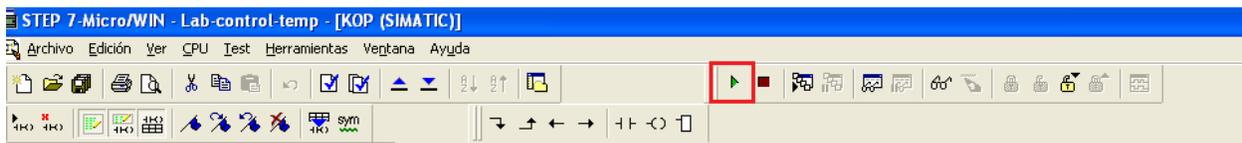

Imagen 17.
4.11. Finalizado esto, regresa automáticamente a la pantalla principal del programa. Haga clic en el botón RUN, ubicado en la parte superior. (Ver imagen 17)